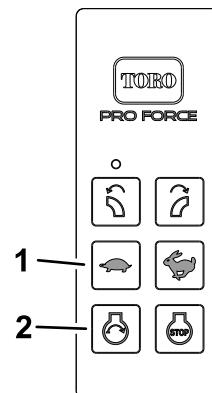

図 23
2. ライトを ON または OFF にするには、ハンドヘルドリモートのボタン図 23 を以下の順序で押してください。